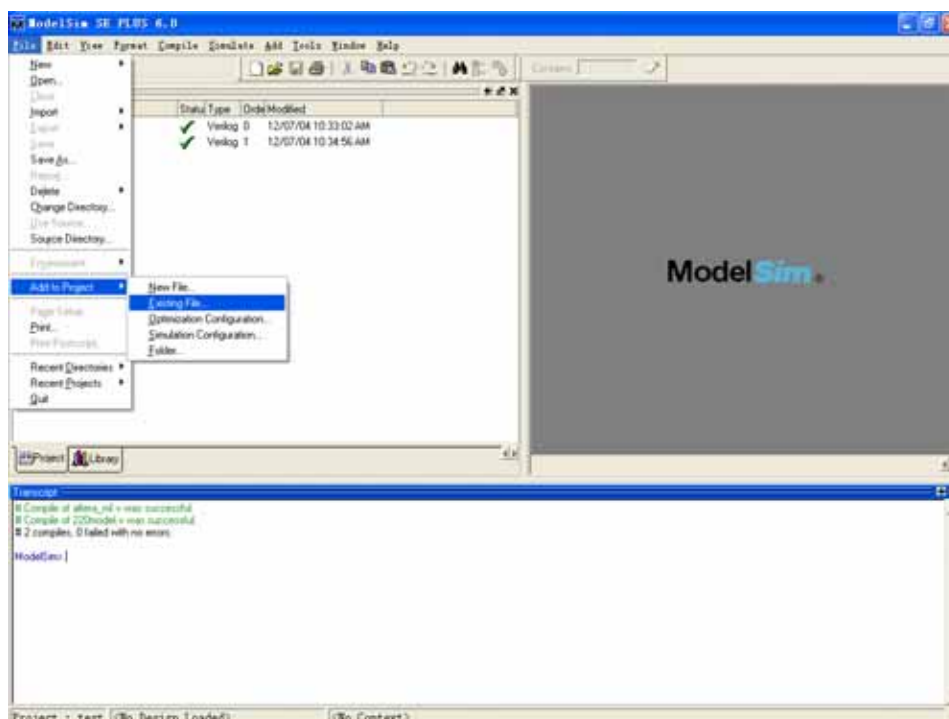

图 7 添加 PLL.V 和 Test\_Pll.V 向导.
7. 添加 PLL.V 和 Test\_Pll.V 文件.执行 File→Add to project→Existing file,如图 7 添加 PLL.V 和 Test\_Pll.V 向导.